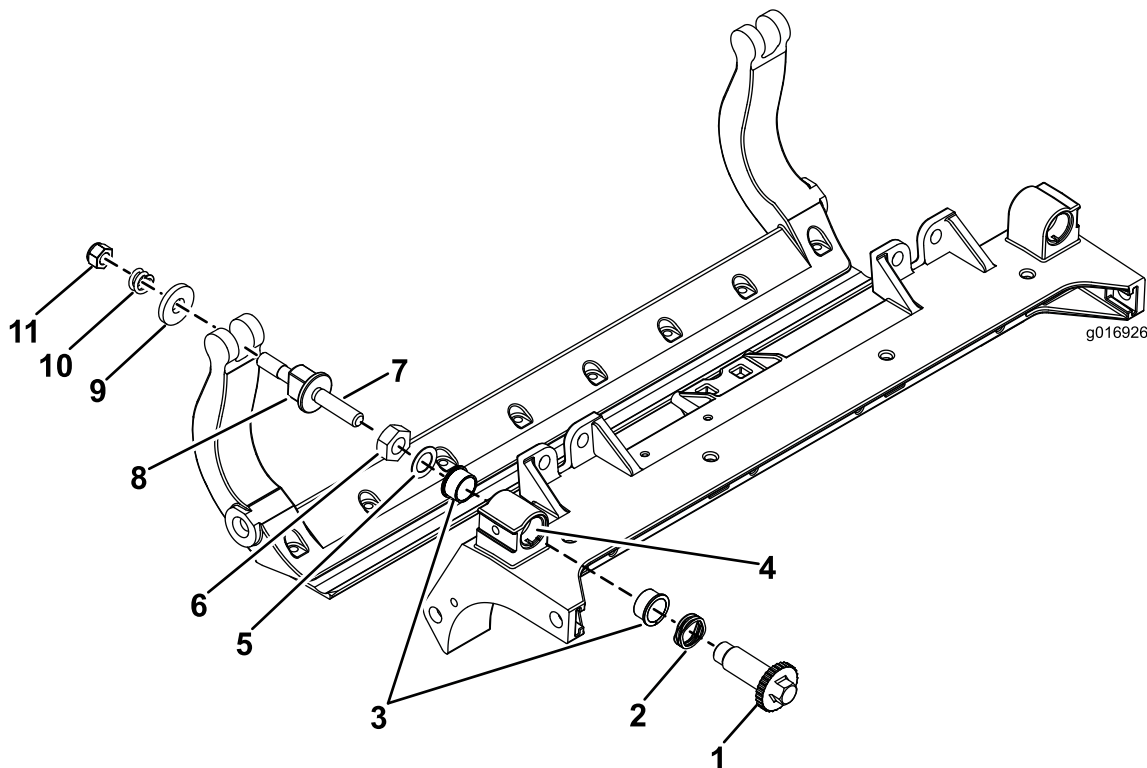

图36
1. 拆除所有零件请参阅 HD DPA 套件型号 120-7230 安装说明和图36。
2. 将防粘剂涂抹到滚刀组承载架的轴套区内侧图36。
3. 将凸缘轴套上的键与机架的槽对准然后安装轴套图36。
4. 将一个波形垫圈安装到调节器轴上然后调节器轴滑入滚刀组机架中的凸缘轴套内图36。
5. 使用扁平垫圈和锁紧螺母固定调节器轴图36。上紧锁紧螺母扭矩至 2027N·m。
注意 将尼龙垫圈放在侧板凸起的两侧。在两个尼龙垫圈的外侧各放一个钢垫圈图36。